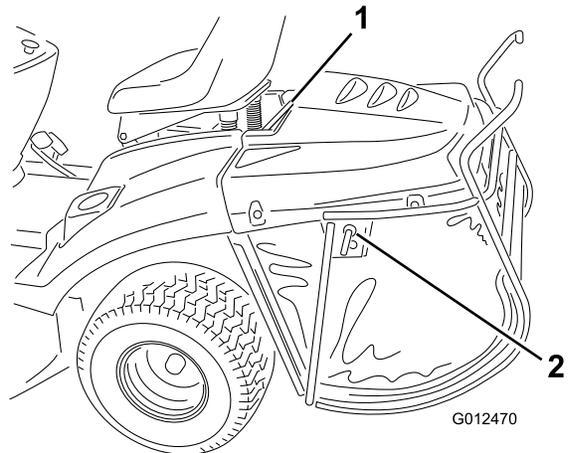

Figura 15
1. Si el pasador de bloqueo está en la posición de bloqueado, desbloquéelo (Figura 15).